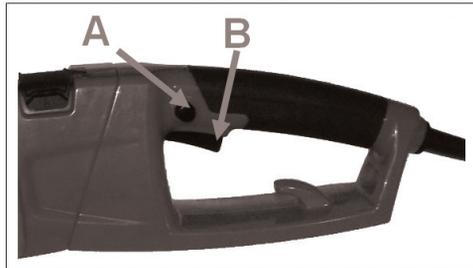

Рис. 44
1. Для включения нажмите кнопку блокировки (A) и выключатель ON/OFF (B) одновременно (Рис. 44).
2. Для выключения - отпустите выключатель ON/OFF (B).